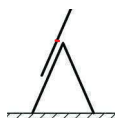

Figura 1 - Escalera combinada en posición de escalera de tijera con extensión en la parte superior
- Nunca extienda la escalera superior de la escalera de 3 secciones colocada en posición A sobrepasando la articulación de la escalera con el peldaño rojo (o el cuartito peldaño desde arriba) (figura 1).